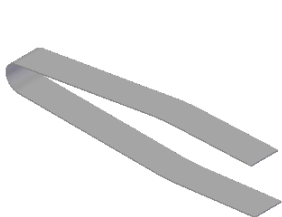
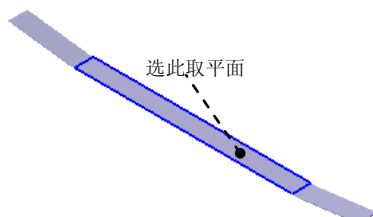
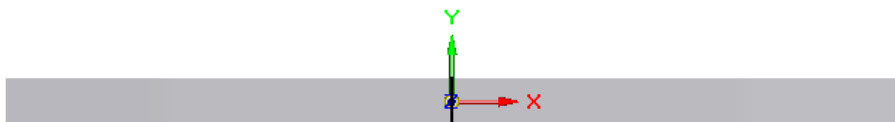

图 6.9.29 折弯特征 1
图 6.9.30 定义草图平面
图 6.9.31 绘制折弯线
(4) 轮廓弯边的延伸量及方向。在“轮廓弯边”命令条中单击“延伸步骤”按钮；单击“对称延伸”按钮，在“距离”文本框中输入值 24，然后按 Enter 键。
(5) 单击命令条中的“完成”按钮，完成特征的创建。
Step3. 创建图 6.9.29 所示的折弯特征 1。
(1) 选择命令。单击“主页”功能选项卡“钣金”工具栏中的 折弯 按钮。
(2) 绘制折弯线。选取图 6.9.30 所示的模型表面为草图平面，绘制图 6.9.31 所示的折弯线。